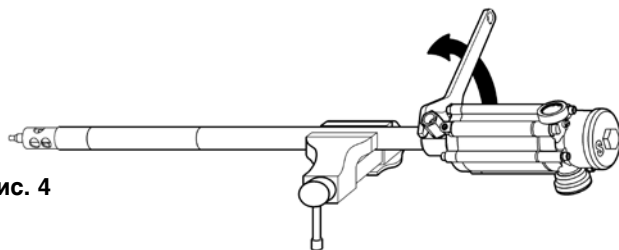

Рис. 4
3. Отвинтить пневматический двигатель от всасывающей трубы и выдвинуть двигатель так, чтобы был виден штифт (рис. 4).